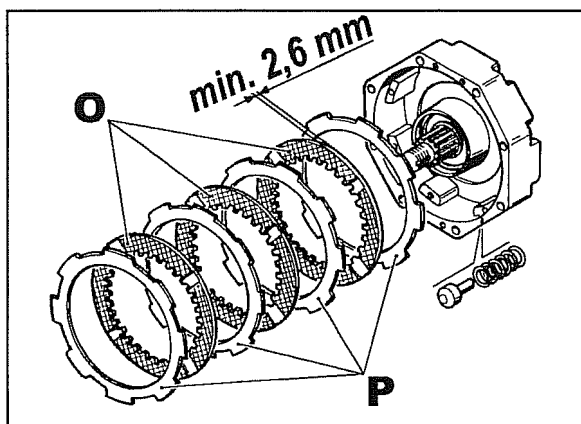
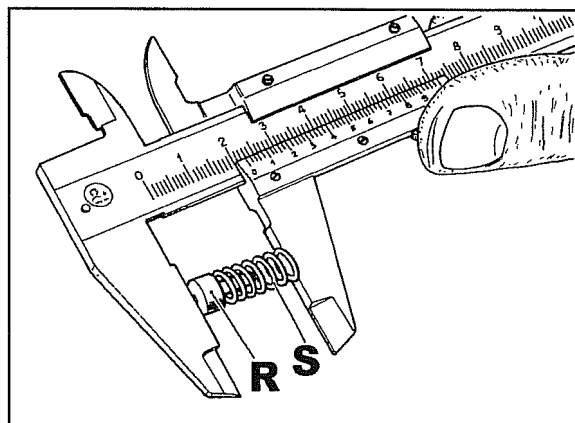
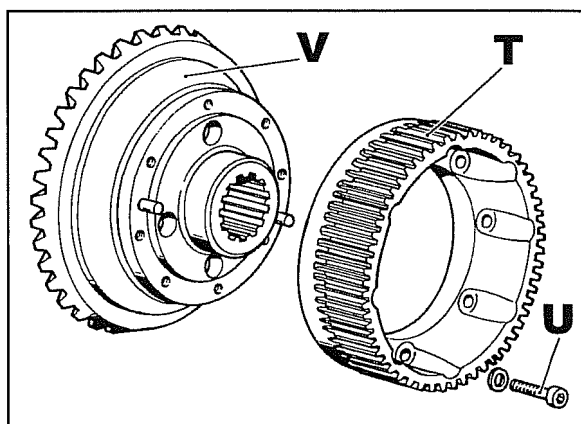
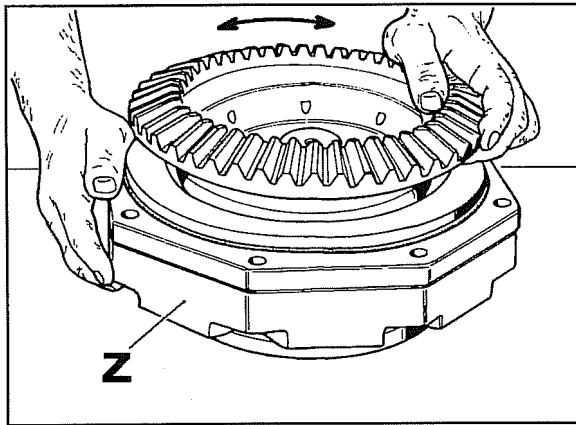

Fig. 26
Fig. 27
Fig. 28
Fig. 31
La fig. 26 montre les composants de la masse freinante.
- 35 Vérifier la consommation des disques **O** fig. 26 en mesurant l'épaisseur qui ne doit pas être inférieure à **2,6 mm**. Vérifier le bon état des disques en acier **P**, si nécessaire les remplacer. Vérifier avec un calibre que les huit axes **R** fig. 27, avec leurs ressorts **S**, ne mesurent pas moins de **22,5 mm**. Si nécessaire remplacer les ressorts.
- 36 Vérifier l'état d'usure de l'anneau assemblé **T** fig. 28. En cas de remplacement, le séparer de la couronne **V** au moyen des vis **U**.
- Lors du remontage de la couronne **V** fig. 28 sur la masse freinante **Z** fig. 31, faire tout particulièrement attention que tous les disques **O** fig. 26 s'accouplent à l'anneau **T** fig. 28, en agissant avec un mouvement de rotation comme illustré dans la fig. 31.